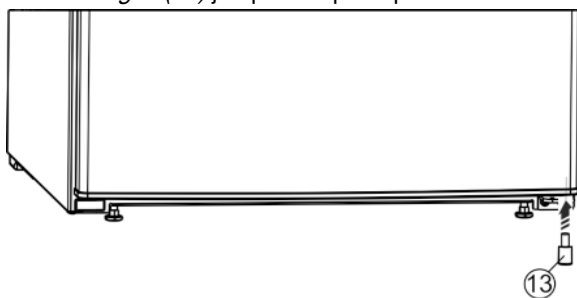

Fig. 10
- Réinstaller la butée Fig. 10 (13) en bas à droite sur la porte, car elle joue un rôle important dans la stabilité de l'appareil.